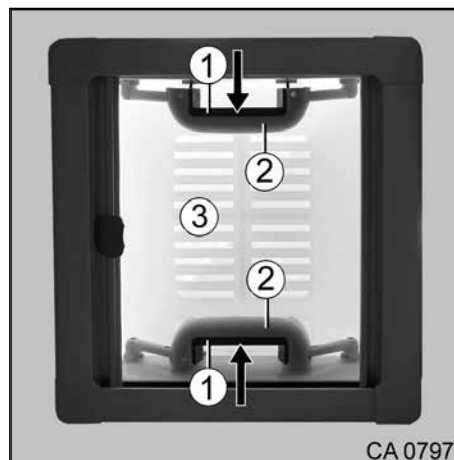

Fig. 56 Lanterneau manipulable à deux mains
1. Comprimer la partie mobile de la poignée (Fig. 56, pos. 1) et la partie fixe de la poignée (Fig. 56, pos. 2).
2. Pousser simultanément la poignée vers le haut pour amener le lanterneau (Fig. 56, pos. 3) sur la position d'ouverture souhaitée.
2. Tirer simultanément la poignée vers le bas pour fermer le lanterneau (Fig. 56, pos. 3).